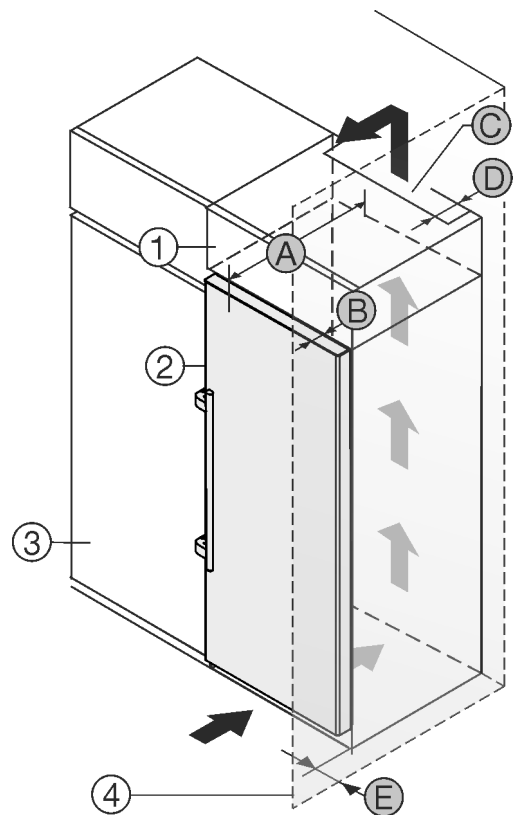

Fig. 24
A készüléket körbe lehet építeni konyhaszekrényekkel. Rá lehet szerelni Fig. 24 (2) egy rátétszekrényt, hogy a készüléket a konyhabútorok magasságához Fig. 24 (1) igazítsa.
A készüléket közvetlenül a konyhaszekrény Fig. 24 (3) mellett is felállíthatja. Ahhoz, hogy az ajtókat teljesen ki tudja nyitni, a készüléknek a konyhaszekrény elülső oldalához képest legalább a mélységnek Fig. 24 (B) megfelelően ki kell állnia. A konyhaszekrények mélységétől és a fali távolságtartók használatától függően a készülék nagyobb mértékben is kiállhat.
- A rátétszekrény hátoldalán egy mélységű Fig. 24 (D) szellőző aknát kell a rátétszekrény teljes szélességében kialakítani.
- A mennyezett alatt be kell tartani a szellőző keresztmetszetet Fig. 24 (C).
Mikor a készüléket a csuklópántokkal egy fal Fig. 24 (4) mellett állítja fel, akkor a készülék és a fal közti távolságot Fig. 24 (E) be kell tartani. Ez nyitott ajtó esetén megfelel a fogantyú túlnyúlásának.